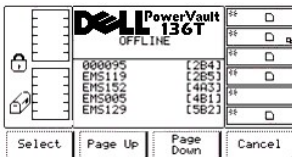

図 49. Command > Mailbox > Export List ダイアログ
- 1 OK ソフトキーの下にあるボタンを押すと、続きのダイアログが表示されます。図 49 を参照してください。
- 1 **Pages** ソフトキーの下にあるボタンを押すと、ダイアログは、エクスポートリストダイアログに戻ります。図 49 まで戻って参照してください。追加の選択をすることができます。あるいはエクスポート作業を取り消すことができます。